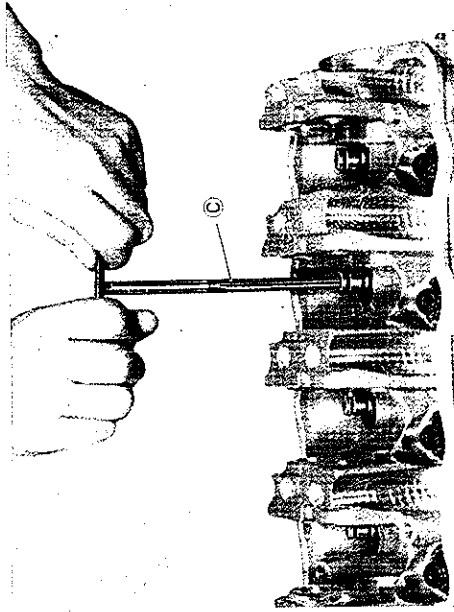

Fig. 3-61
- 3) Verifique todas las guías de válvula montadas, midiendo el D.I., y si éste, comparado con el diámetro del vástago, indica una holgura radial demasiado pequeña, rectifique el D.I. de la guía con un escariador (C) de 7 mm., como se muestra en la Fig. 3-61.